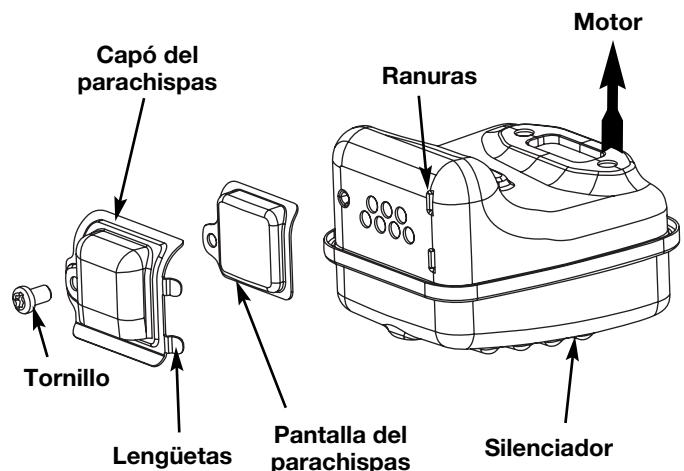

Fig. 41
- Localice el silenciador, pero no lo quite. Busque el tornillo en la parte inferior del silenciador (Fig. 41). Quite el tornillo usando una llave torx No. 20 o un destornillador plano.